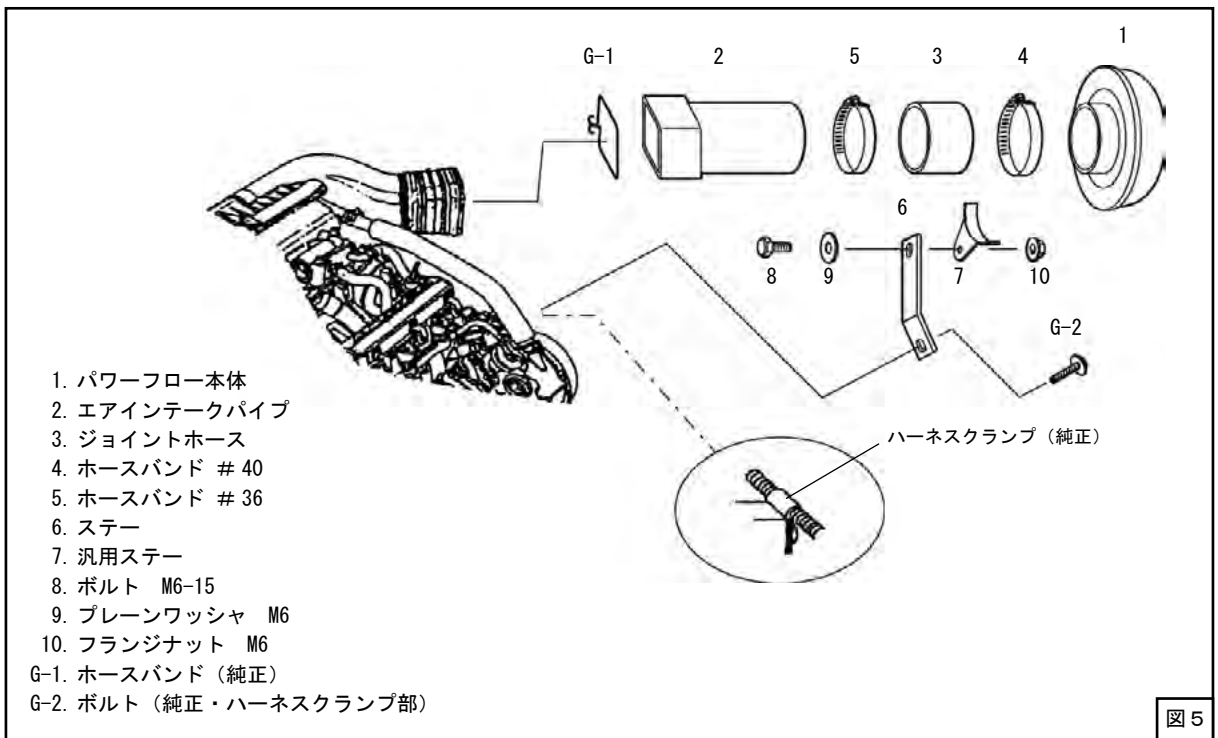
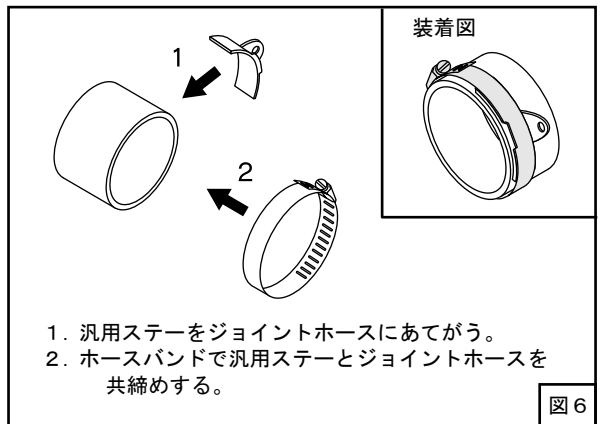

図5
図6
(1) ステアをハーネスクランプのボルト（純正）と共締めにし、パワーフロー本体を仮付けしてください。（図5、図6）